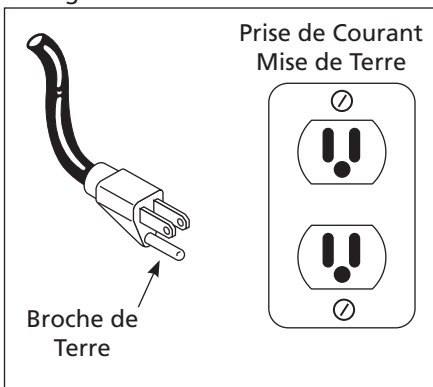

Figure 3 - Méthode de mise à la terre
1. Ce produit est conçu pour l'utilisation d'un circuit de 120 volts et a une fiche de mise à la terre comme celle indiquée sur la Figure 3. Assurer que le modèle est branché à une prise de courant qui a la même configuration que la fiche. Ce produit doit être mis à la terre. Dans l'événement d'un court-circuit, la mise à la terre diminue le risque de secousse électrique en fournissant un fil d'échappement pour le courant électrique. Ce produit est équipé avec un cordon qui a un fil de terre avec une fiche de terre. La fiche doit être branchée dans une prise de courant qui a été installée et mise à la terre correctement en respectant tous les codes et règlements locaux.